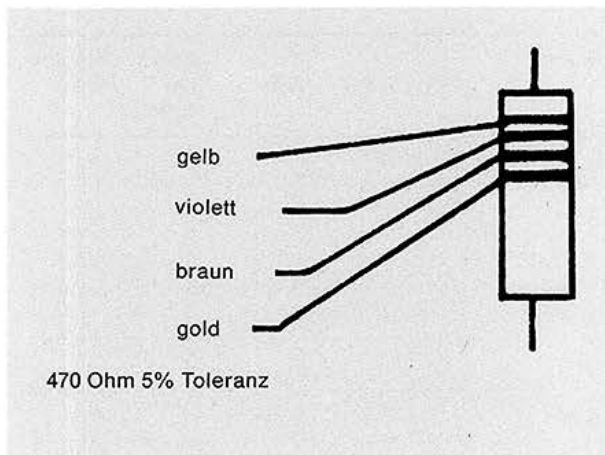

Abb. 2.4-3: Beispiel zur Widerstandsberechnung
- Abb. 2.4-3 zeigt einen Widerstand von 470 Ohm (gelb = 4, violett = 7, braun = 0, gold = 5%)